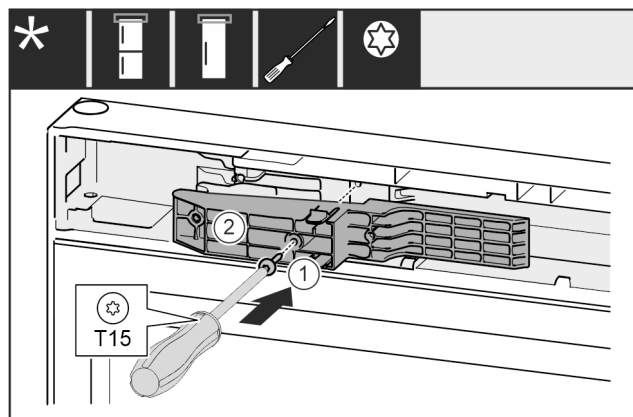

Fig. 68 *
- ▶ Helyezze be az illesztődarabot Fig. 68 (1) a mélyedésbe a fogantyú felőli oldalon.*
- ▶ Húzza meg a csavart Fig. 68 (2) csavarhúzóval.*